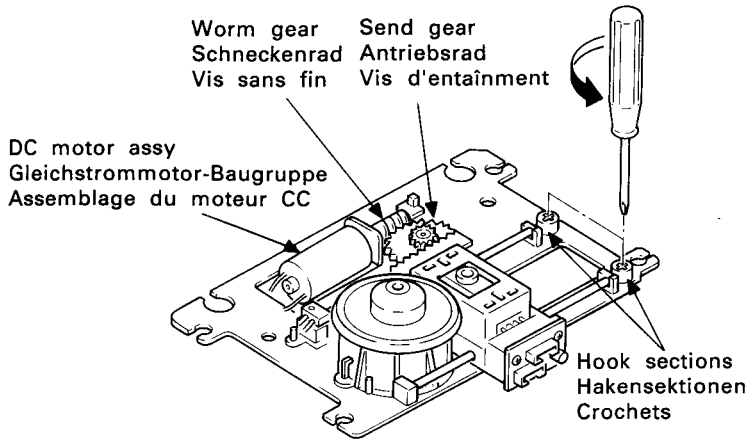

Fig.6
**12. Ausbau des Tonabnehmermechanismus (Abb. 6)**
**12. Dépose du mécanisme de captage (Fig. 6)**